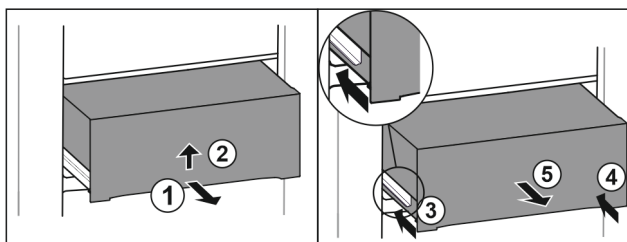

Fig. 35
- ▶ Zásuvku napůl vytáhněte. Fig. 35 (1)
- ▶ Zvedněte zásuvku na spodní straně. Fig. 35 (2)
- ▶ Zasuňte levou kolejničku. Fig. 35 (3)
- ▶ Zasuňte pravou kolejničku. Fig. 35 (4)
- ▶ Vyjměte zásuvku dopředu. Fig. 35 (5)